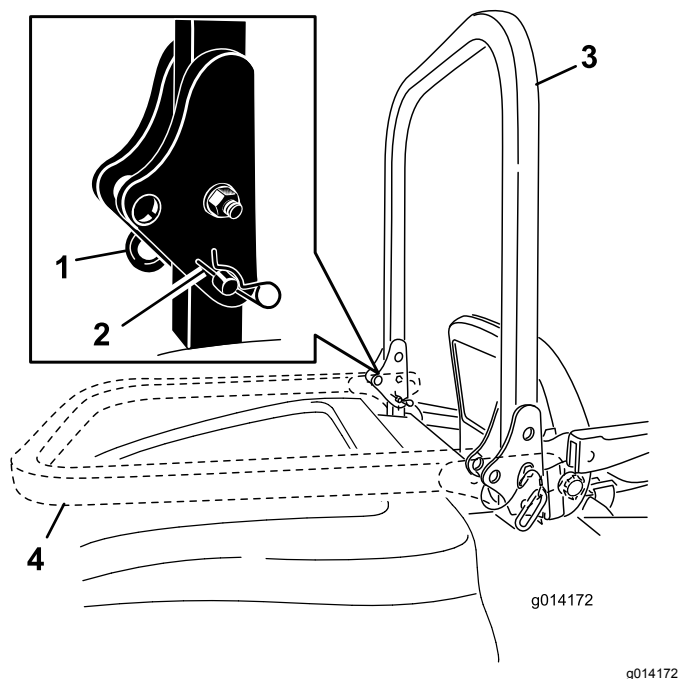

図 18
1. 保護バーを降ろすには、ヘアピンコッターを抜き、スプリングに逆らって保護バーを前に倒し、ピン2本を引き抜く図 18。
2. バーを降ろす(図 18).
3. ピン2本を取り付け、ヘアピンコッターで固定する図 18。
4. 保護バーを立てるには、ヘアピンコッターを外して、ピン2本を抜き取る図 18。
5. 横転保護バーを立て、ピン2本で固定し、ピンが外れないようにヘアピンコッターで固定する図 18。